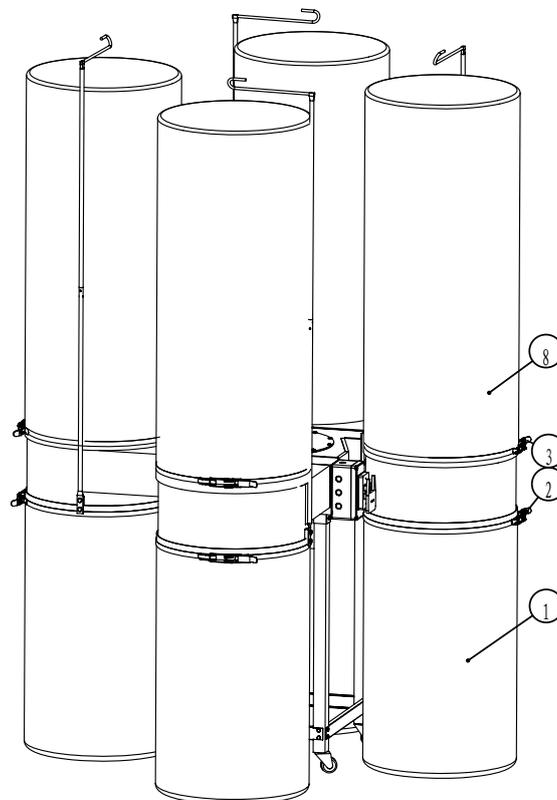

Fig. 6
6. Installez le sac de filtration (8) et le sac collecteur (1) à l'aide du collier de serrage (2). Voir la figure 6.